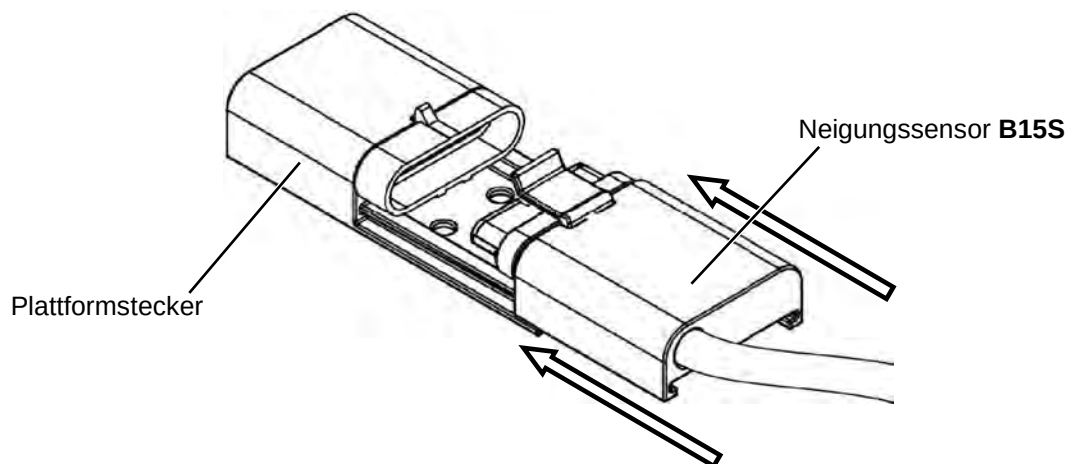

Abbildung 43: Montage Neigungssensor **B15S**
- Schieben Sie den Neigungssensor **B15S** in den Plattformstecker ein, bis er einrastet (siehe Abbildung 43).